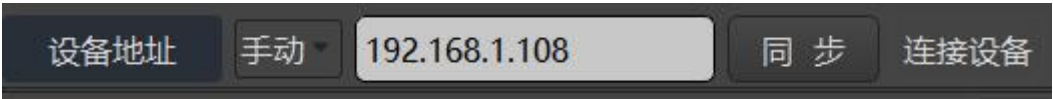

图 8 手动连接
- (2) 手动连接：如果网络中被禁止了广播功能，无法搜索到设备，可以切换到手动功能，手动输入设备的地址，先点击 **同步**，同步完成后点击 **连接设备** 进行连接，如图 8 所示。